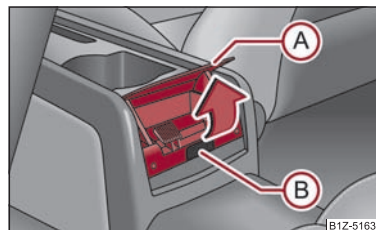

Abb. 84 Niedrige Mittelkonsole: Aschenbecher hinten
- Fassen Sie den Aschenbecherdeckel an der unteren Kante (A) an und klappen Sie ihn in Pfeilrichtung ⇒ Abb. 84 auf.